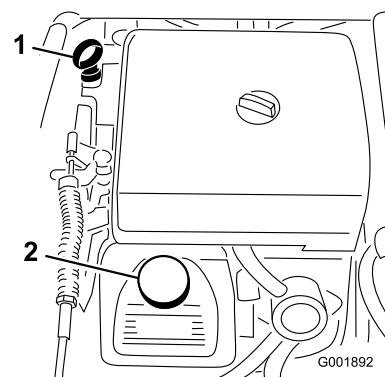

Figure 48
2. Retirez la jauge et essuyez-la sur un chiffon propre (Figure 48). Remettez la jauge dans le tube en vérifiant qu'elle est enfoncée au maximum. Sortez de nouveau la jauge et vérifiez le niveau d'huile.
3. Si le niveau est trop bas, enlevez le bouchon de remplissage du couvre-culasse (Figure 48) et versez la quantité d'huile nécessaire dans l'orifice pour faire monter le niveau jusqu'au repère maximum de la jauge. Versez l'huile lentement et vérifiez souvent le niveau durant la procédure. Ne remplissez pas excessivement.
- Versez lentement environ 80% de la quantité d'huile spécifiée dans le goulot de remplissage (Figure 48).